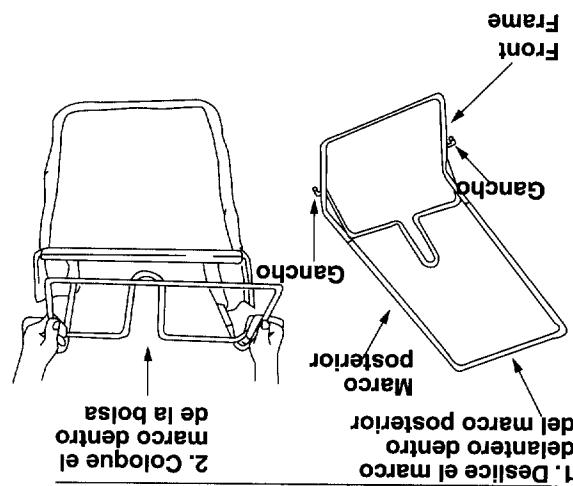

Figura 5
- Eleve la puerta de descarga posterior en la cortadora y extraiga el deflector de acoholado. Vea la figura 5.
- Para extraer el deflector de acoholado, eleve la puerta de descarga posterior el deflector de acoholado. Vea la figura 5.